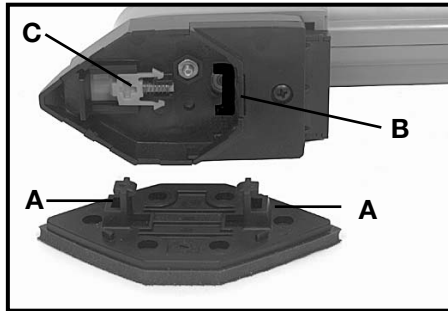

Fig. 7
Todos los cojines accesorios y las placas de montaje de perfil se ponen en la Lijadora de Perfil de la misma manera. Cada cojín o placa de montaje tiene dos pernos (postes) (A) Fig. 7, que sirven para fijar el cojín o la placa a la Lijadora de Perfil.
Uno de los pernos del cojín entra a un hoyito (B) Fig. 7, de la Lijadora de Perfil. El otro está cerrado por medio de una lengüeta (C) Fig. 7. El área de montaje de perno (de todos los cojines y placas de montaje), es simétrica: el cojín (o la placa de montaje), puede montarse a la Lijadora de Perfil con cualquiera de los extremos hacia adelante. Esto permite usar ambas puntas de cada hoja abrasiva y también permite montar los soportes de perfil en la mejor posición para cada aplicación concreta.
2. Meta uno de los pernos (postes) (A) Fig. 7, del cojín (o de la placa de montaje) al hoyito (B) Fig. 7, de la Lijadora de Perfil (vea la Fig. 8).